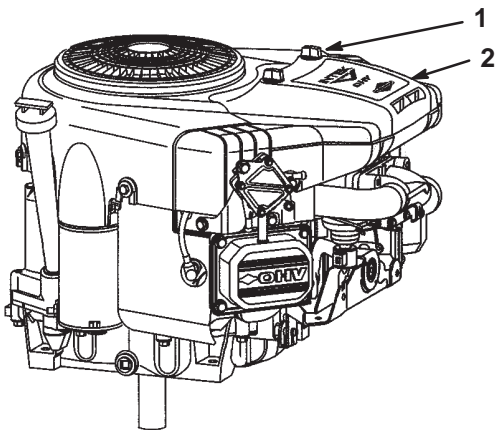

Bild 33
3. Reinigen Sie den Bereich um den Luftfilter herum, um zu verhindern, dass Schmutz in den Motor fällt und Schäden verursacht. Schrauben Sie die Verschluss-schrauben los und entfernen die Luftfilterabdeckung (Bild 33).